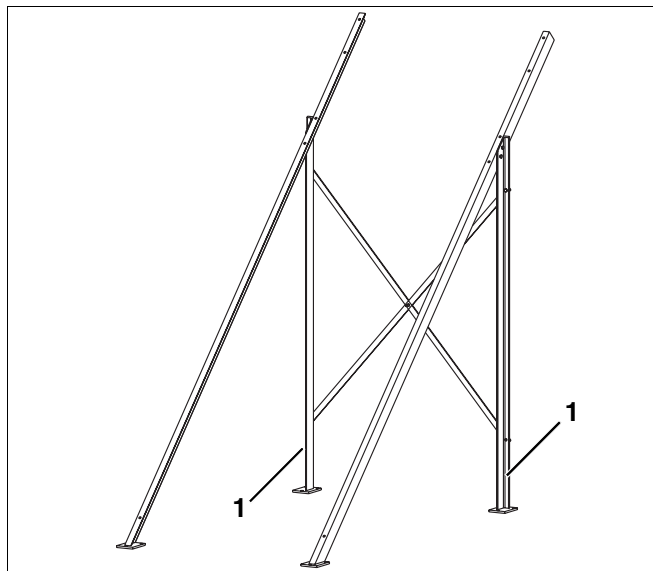

Fig. 7 Montar os apoios e as escoras
- B Alinhar os apoios esquerdo e direito previamente montados (fig. 7) e uni-los com a escora traseira em cruz.
- B Os apoios (fig. 7, **item 1**) devem ficar verticalmente. Apertar firmemente os parafusos.